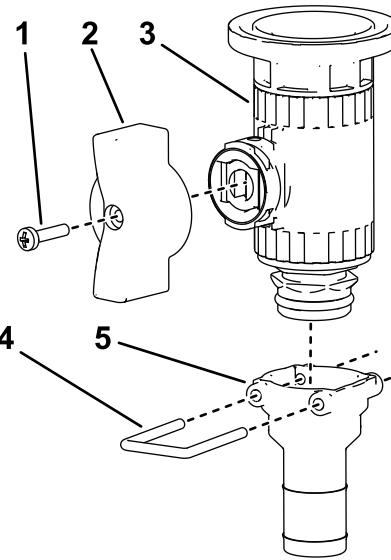

Figure 39
1. Fixez la poignée à oreilles et le raccord droit sur la vanne de commande à bride (Figure 39).
2. Montez le raccord droit sur la vanne de commande à bride au moyen de l'étrier, comme montré à la Figure 39.